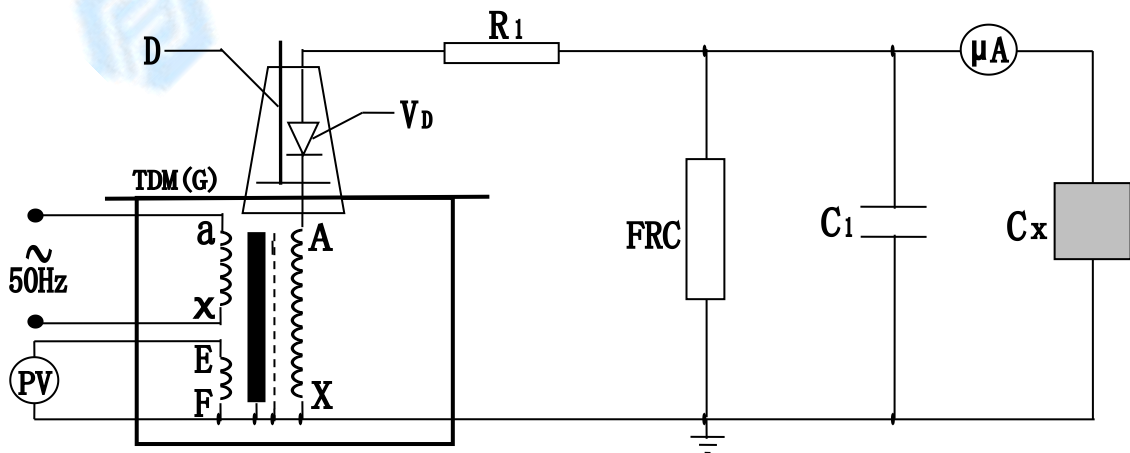

图 7：高压直流泄露试验接线图
- 5、HYG 试验变压器在做被试品的直流耐压或泄露试验时接线原理图如图 7。
注：此试验应先抽出短路杆“D”，图 7 中所示。